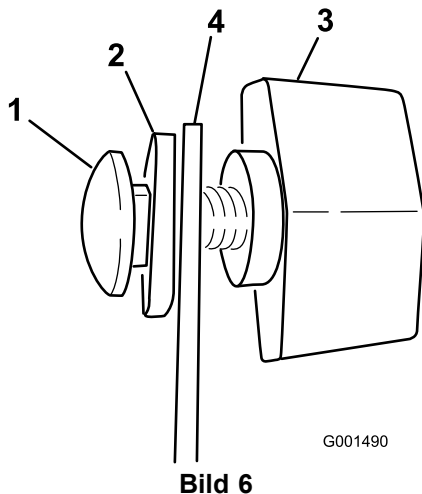

Bild 6
3. Montieren Sie die zwei Schlossschrauben, Gummischeiben und Handräder lose auf der Halterung, wie in Bild Bild 5 und Bild 6 dargestellt.